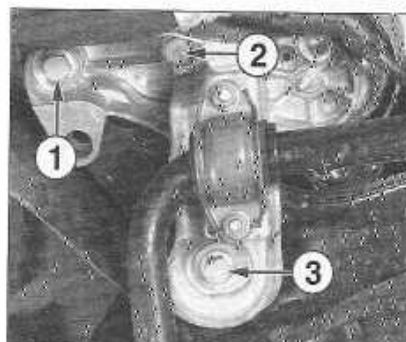

FIGURE 1-19
- Dévisser les vis (1) et (2) à gauche et à droite du berceau, dévisser ensuite la vis (3) (figure 1-19).